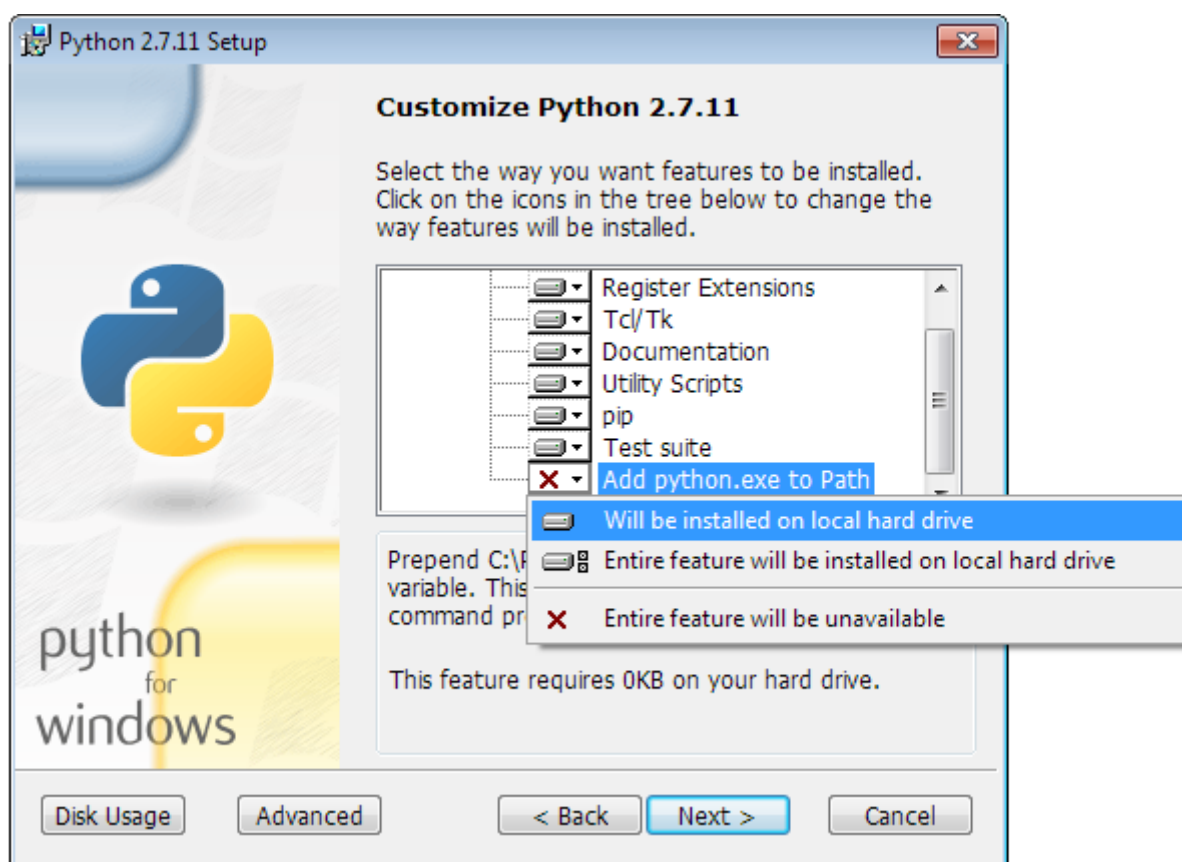

Рисунок 3.1. Добавление пути до `python.exe` и `pip` в переменную окружения `PATH`
3. Нажать левой клавишей мыши и из появившегося меню выбрать пункт “Will be installed on local hard drive” (см. рисунок 3.1).